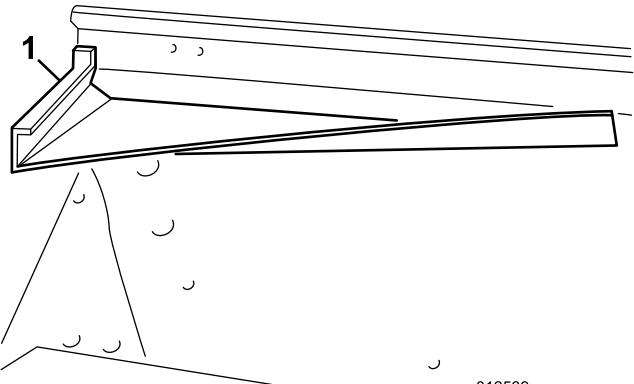
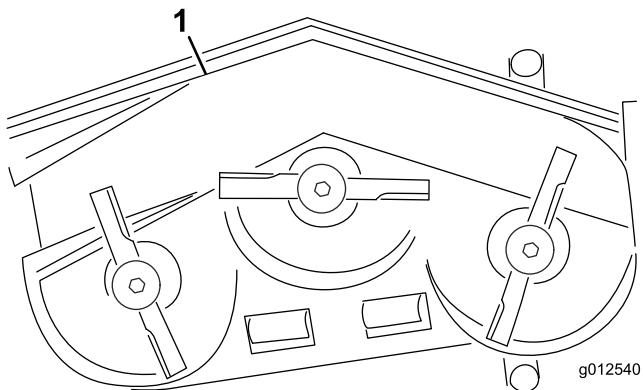
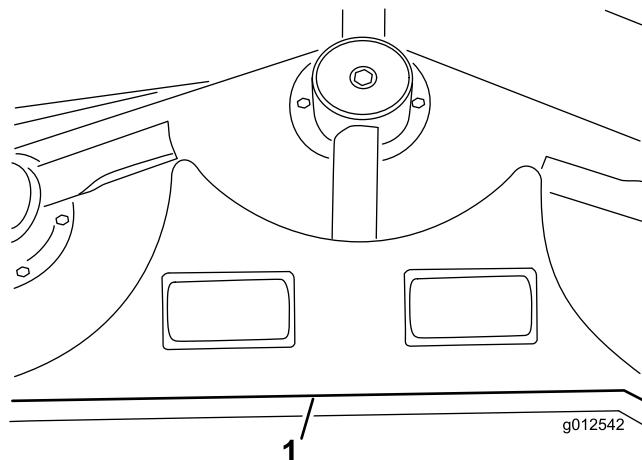
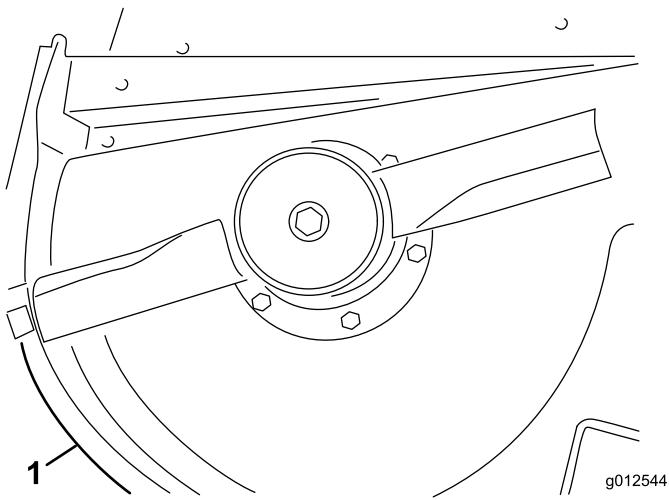

図 11
図 12
図 14
図 16
- 前デフレクタをデッキにセットするデフレクタの後部を排出口に合わせてセットする図11と図12。
8. デッキの既存の穴に後シェルフを取りつけるボルト 3/8-16 x 1 インチ 4本とロックワッシャ 3/8 インチを使用する 図 14。
9. 左シェルフを、後シェルフの左端とデッキのエッジに合わせてセットする 図 12 と 図 14。
11. 右シェルフを、後シェルフの右端とデッキのエッジに合わせてセットする 図 12 と 図 16。左シェルフを型紙として、デッキに直径 7.1mm の穴を3つ開ける。